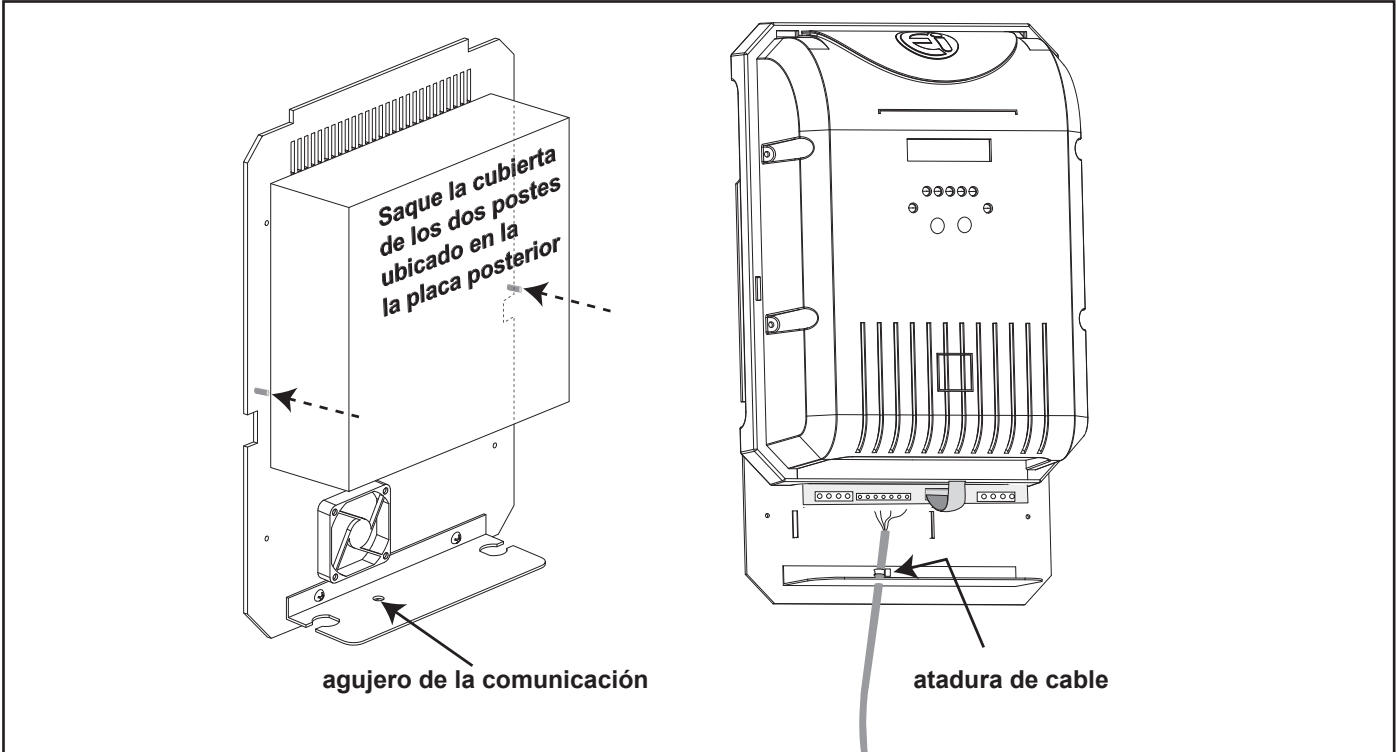

Figura 19. Acceso y cableado de la alimentación PCB
2. Quite los tornillos que sujetan la cubierta a la placa posterior y empuje la cubierta hacia arriba para exponer las terminales (ver Figura 19).
3. Saque la tapa blanca que cubre el agujero (ver Figura 19).
5. Conecte un cable para atar el cable del controlador como se muestra en la Figura 19.